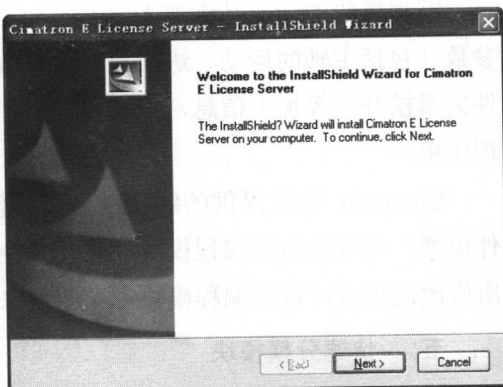

图1-2
2. 选择【Cimatron E】选项，出现如图 1-2 所示的 Cimatron E License Server - InstallShield Wizard 界面。